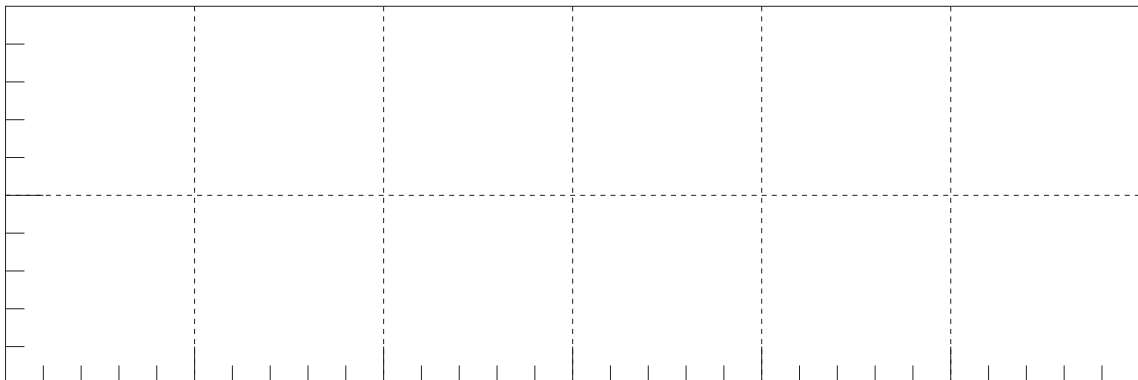

Abbildung 6.2: Diagramm zur Auswertung des UU-Versuches
- (a) den Grenzspannungszustand als Mohr'schen Spannungskreis in Abbildung 6.2 darstellen